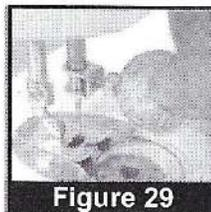

Figure 29
2. Tenga la aguja vieja con una mano al aflojar el tornillo de abrazadera de aguja con el otro. Cuando la aguja sea floja, quite de su abrazadera. (Figure 29)